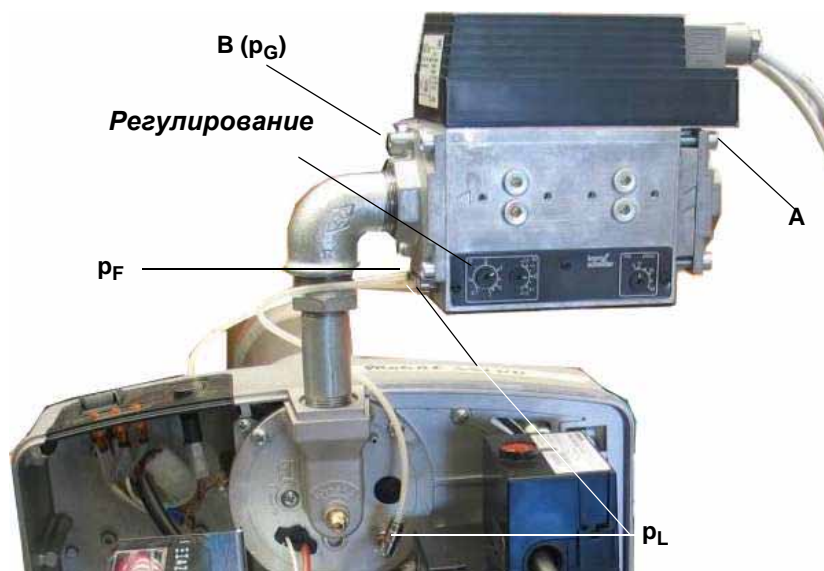

Рис. 19
Передаточное соотношение **V** - следующее (см. рисунок Рис. 19 - Рис. 20):
- 1 Включить горелку на малом пламени: если горелка не запускается, повернуть слегка **N** в направлении + и повторить запуск (см. Рис. 20). Замерить давление газа **p_G** на **B** (см. рисунок Рис. 19)
- 2 Замерить давление воздуха **p_L** на горелке (см. Рис. 19) и отрегулировать давление газа на **N** (см. Рис. 20)
- 11 Не закрывать штуцер **PF**, если он имеется в наличии, и если он не использовался (vedi figura Рис. 19)
V = Не регулировать передаточное соотношение на слишком высокое значение! Давление газа на **B** ниже давления газа на **A** (см. рисунок Рис. 19) минус потеря давления компактного блока.
- 2 Замерить давление газа **A** и **B** (см. Рис. 19)